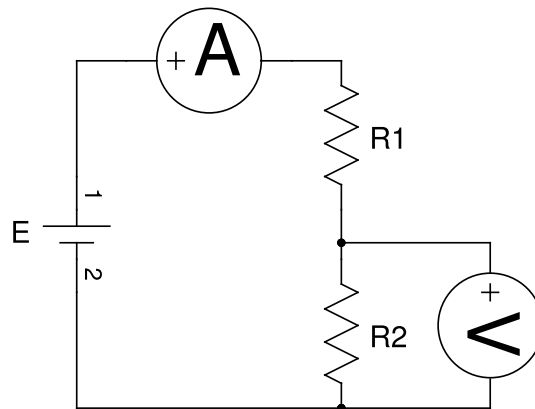

Figura 1.5
1. Monte o circuito da figura 1.5, para $1k\Omega \leq R_1 < R_2 \leq 20k\Omega$;
3. Meça com um voltmímetro e um amperímetro a corrente e a tensão indicadas na figura 1.5 para $E = 1V$;